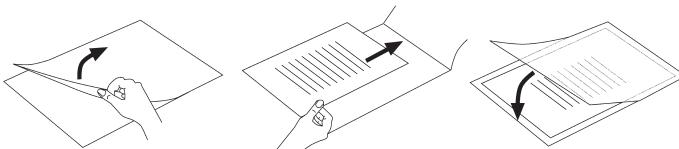

Fig. 2
- Veuillez à utiliser un seul film pour la plastification. Ouvrez tout d'abord ce dernier, comme indiqué sur la fig. 2.
- ▶ Veillez à utiliser un seul film pour la plastification. Ouvrez tout d'abord ce dernier, comme indiqué sur la fig. 2 (cf. p. 9).